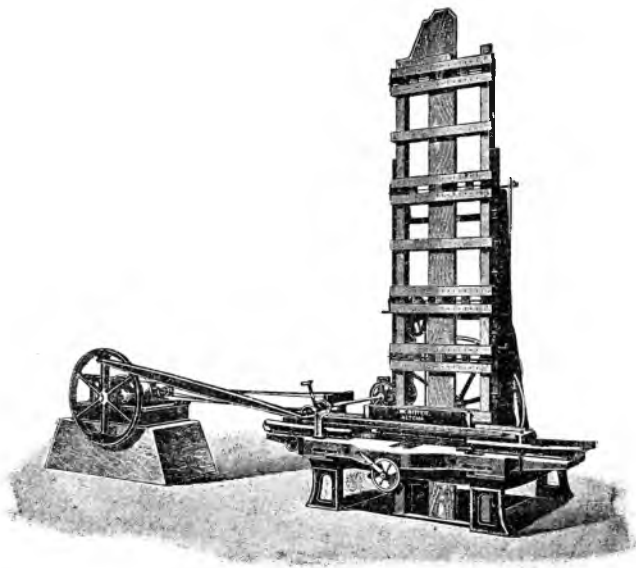

Рис. 30. Фанеропильный станок.
**Отпиливание фанер** от кряжа производится на фанеропильных станках. Такой станок показан на рис. 30 и представляет собою горизонтальную очень тонкую пилу, укрепленную в легкой раме. Рама приводится в движение от